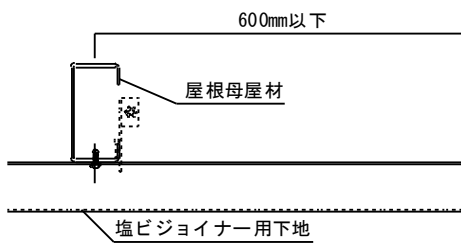

図 2-2 塩ビジョイナー用下地のはね出し
- ・塩ビジョイナー用下地のはね出し寸法は 600mm 以下とする。（図 2-2）